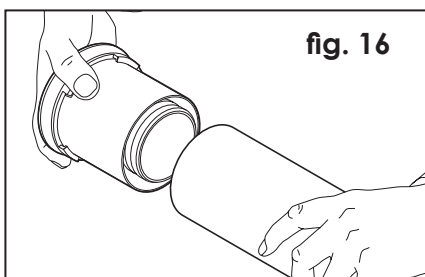
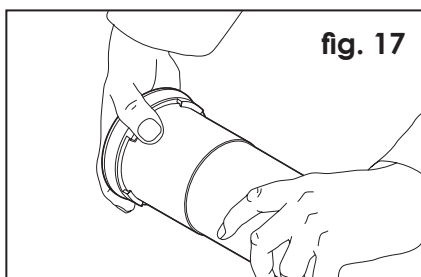
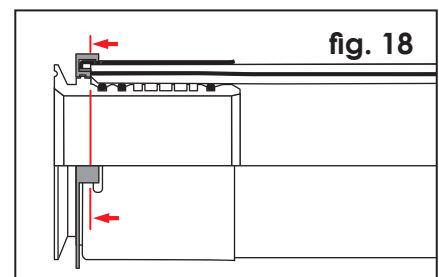

fig. 16
fig. 17
fig. 18
b) Adapter so weit auf das Rohr aufstecken, bis das Rohr komplett eingeschoben ist und im Sichtfenster sichtbar ist (fig. 16, fig. 17, fig. 18).